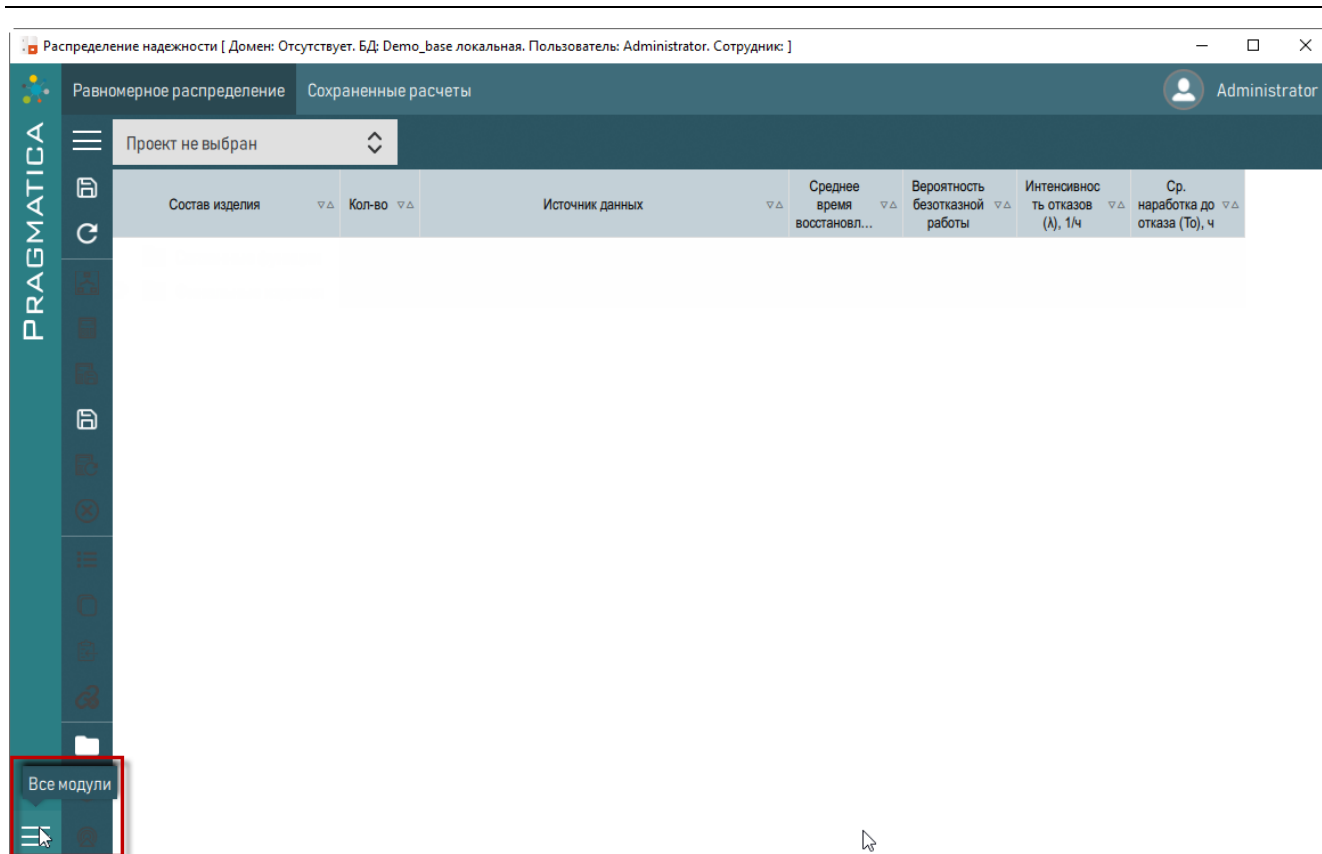

Рисунок 130 – Окно «Распределение надежности»
- 2) В рабочем окне «Распределение надежности» нажать на кнопку  «Все модули», расположенную слева на панели (рисунок 130).